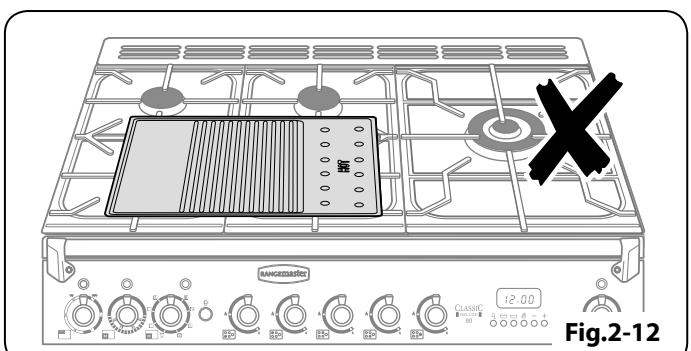

Fig.2-12
- ⚠ NE LA PLACEZ PAS transversalement – elle sera mal placée et instable (Fig.2-12).**